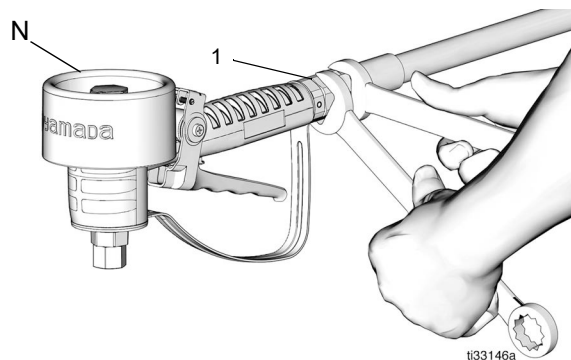

図 3
## メーターの設置 (図 3)
1. 既存の設置については、メーター (N) を交換してください：
- b. 反対方向に作用する 2 本のレンチを使用して、メーターおよびホース金具を緩めてください (図 3)。
- c. ホースからメーター (N) を外します。